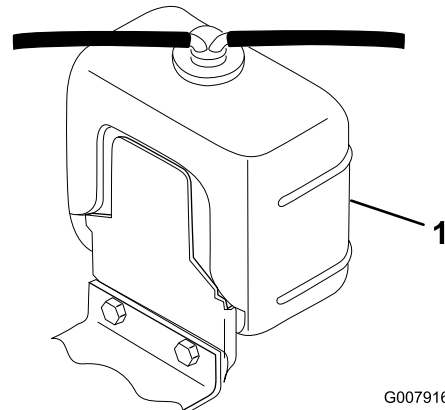

Figura 33
1. Retire con cuidado el tapón del radiador y el tapón del depósito de expansión (Figura 33).
2. Compruebe el nivel de refrigerante en el radiador y en el depósito de expansión (Figura 33).